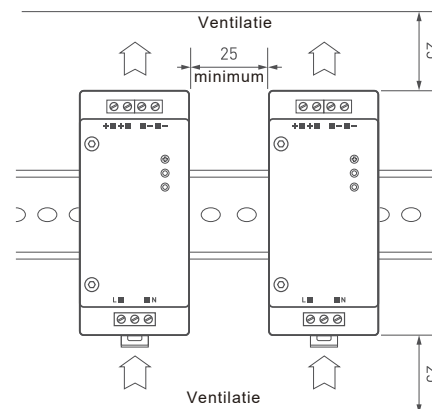

FIG. 2. Aanbevolen locatie voor voedingsbron en luchtcirculatie
- 4.2. Om de bedrijfstemperatuur op peil te houden, moet u ten minste 20 cm vrije ruimte rond de voeding voorzien (zie afbeelding 2) Indien nodig, gebruik dan geforceerde ventilatie.